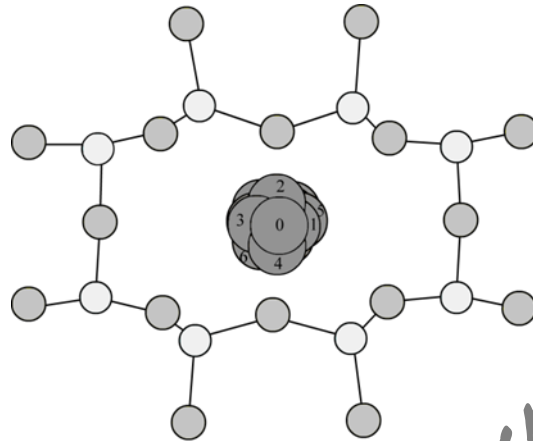

Figura 8.3.- Esquema mostrando desorden de posición.
- Todos los átomos en una estructura sufren vibraciones térmicas que pueden describirse como desorden de posición sobre un tiempo base. Un ejemplo de desorden posicional es el del potasio en el feldespato (Figura 8.3). En cada momento, puede ocupar una posición diferente (1, 2, 3, 4, 5, 6).